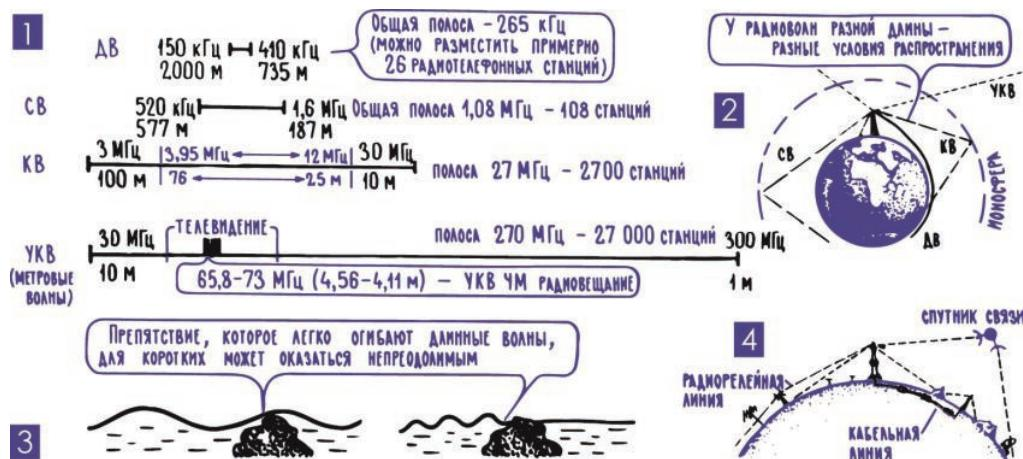

Рис. 13.5. Диапазоны электромагнитных волн для радиосвязи1
*8. У длинных, средних, коротких и ультракоротких радиоволн свои особенности распространения и различные «частотные территории».* Все высокочастотные токи, используемые для радиосвязи, радиовещания, телевидения, радиолокации и других целей, принято делить на несколько участков, диапазонов. Такое деление на диапазоны, в частности, связано с тем, что радиоволны разной длины по-разному проходят путь от передатчика к приемнику. Границы между диапазонами весьма расплывчаты, бывает, что разные специалисты по-разному определяют граничные частоты. Но границы частотных участков, которые отводятся для радиовещательных станций, установлены очень точно. Всего таких участков выделено четыре, и названы они диапазонами длинных волн ДВ, средних волн СВ, коротких волн КВ и ультракоротких волн УКВ (рис. 13.5; 1). Коротковолновых участков, на которых работают радиовещательные станции, несколько, и их называют по средней длине волны – «диапазон 25 метров» или «25-метровый диапазон», «диапазон 41 метр», или «41-метровый диапазон» и т. д. Условия распространения радиоволн разной длины различны. Это связано с тем, что волны разной длины неодинаково реагируют на препятствия, которые встречаются на их пути, неодинаково отражаются от одних и тех же «зеркал». Влияние длины волны на характер взаимодействий с внешним миром – характерная черта любых волновых процессов. Так, например, мелкие волны, рябь на воде, разрушаются, наткнувшись на небольшой камешек, а длинная, большая волна огибает его совершенно незаметно. Или другой пример: световые волны почти полностью отражаются от человеческого тела или поглощаются в нем, а волны более короткие, рентгеновские лучи, пронизывают его почти беспрепятственно, проходят насквозь, лишь слегка поглощаясь в сравнительно плотных тканях.
Длинные радиоволны лучше всех других распространяются над земной поверхностью, легкогибают большие препятствия в виде оврагов и гор,гибают и сам земной шар (рис. 13.5; 2), подобно тому как большая мор-
А ультракороткие волны, как правило, вообще не отражаются от ионизированных слоев ионосферы, они прорываются ее и уходят в космическое пространство. Поэтому на УКВ слышны только очень близкие радиостанции, те, что находятся на расстоянии прямой видимости и радиоволны которых добираются от передатчика к приемнику над землей (рис. 13.5; 4). В последнее время, правда, человек перехитрил природу, научился передавать УКВ на очень большие расстояния. Делается это с помощью цепочки приемопередающих радиостанций2 или с помощью искусственного спутника Земли, который можно было бы назвать активным зеркалом – электронная аппаратура на спутнике принимает сигнал земной УКВ-станции, усиливает его, а затем излучает обратно на Землю.